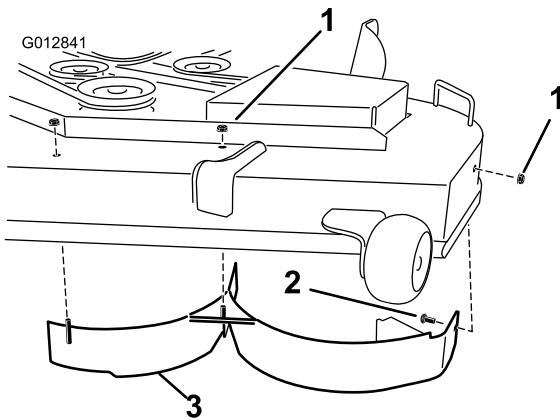

Figura 32
6. Rimuovete i due dadi di bloccaggio (5/16 poll.) fissati sui perni saldati del deflettore sinistro in posizione centrale e a sinistra del centro sulla parte superiore del piatto di taglio (Figura 32). Rimuovete il bullone a testa tonda e il dado di bloccaggio che fissano il deflettore sinistro al lato del piatto di taglio.
7. Staccate il deflettore sinistro dal piatto di taglio come illustrato nella Figura 32.